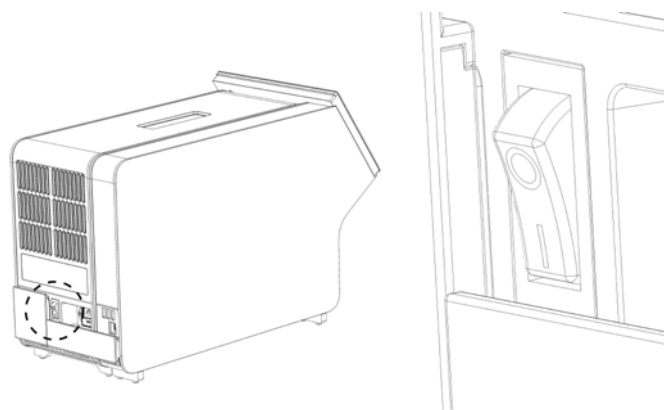

Figura 21. Ubicación del interruptor de alimentación y configuración en la posición "I".
10. Encienda el instrumento pulsando el interruptor de alimentación situado en la parte posterior del módulo analítico en la posición "I" (figura 21). Compruebe que los indicadores de estado del módulo analítico y del módulo operativo sean de color azul.